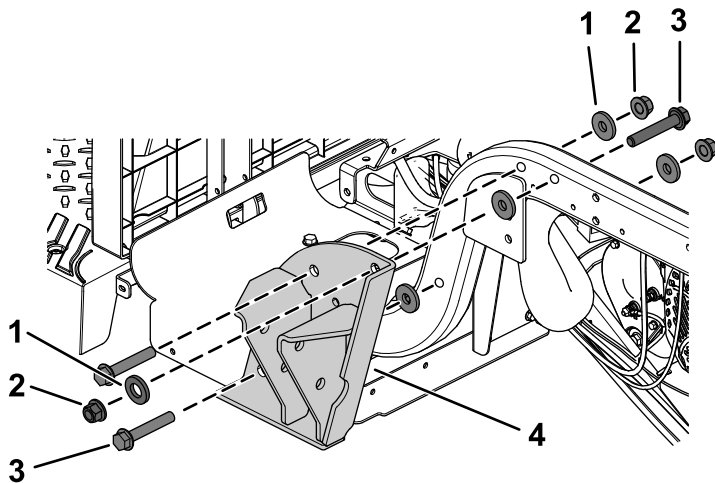

Bild 25
1. Befestigen Sie eine Überrollschutzhalterung mit drei Bundkopfschrauben ($\frac{1}{2}$ " x 3"), fünf Flachscheiben ($\frac{1}{2}$ "") und drei Sicherungsmuttern ($\frac{1}{2}$ ""), wie in **Bild 25** abgebildet.
Hinweis: Stellen Sie sicher, dass Sie die zwei Flachscheiben ($\frac{1}{2}$ "") an der Außenseite befestigen, wie in **Bild 25** abgebildet.